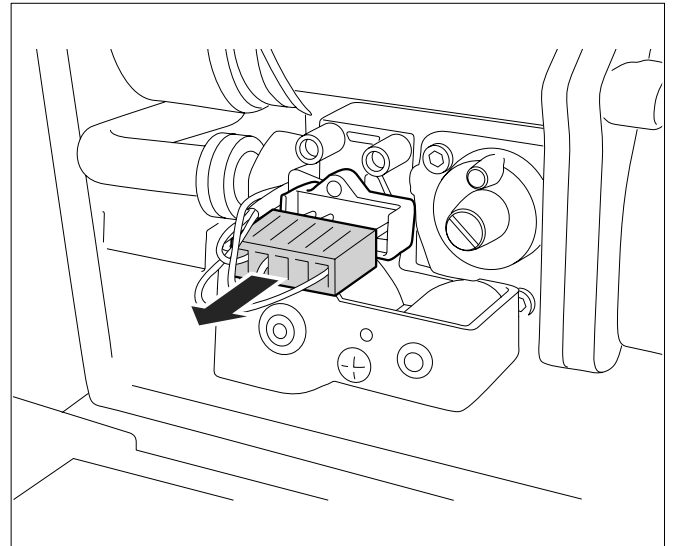

Fig. 45 Scoaterea fișei robinetului de gaz
- Scoateți fișa din robinetul de gaz (vezi Fig. 45).